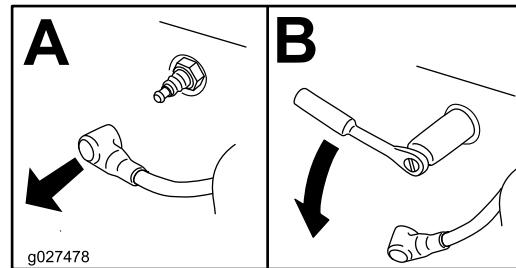

Bild 53
4. Nehmen Sie die Zündkerze heraus (Bild 53).